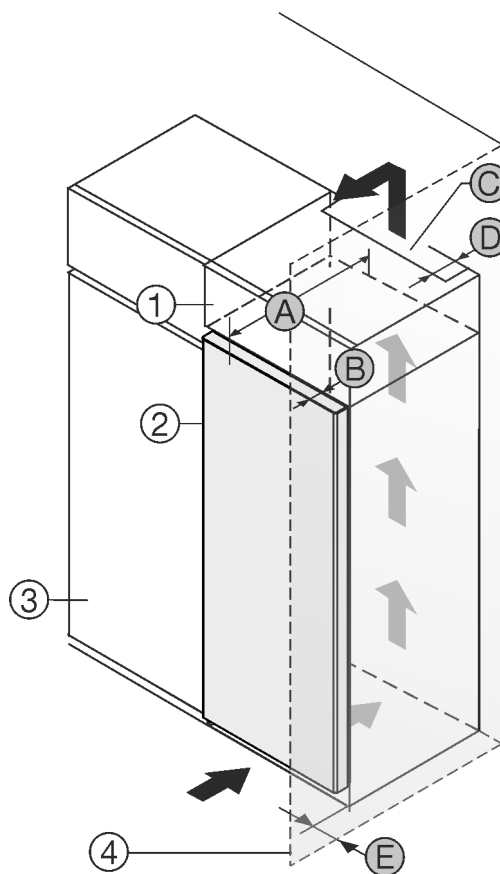

Fig. 1
- (1) Dollapi i montimit \*
- (2) Pajisja \*
- (3) Dollapi i kuzhinës \*
- (4) Muri \*
- (A) Thellësia e pajisjes \*
- (B) Thellësia e derës \*
- (C) Seksioni tërthor i ajrit \*
- (D) Distanca nga faqja e pasme e pajisjes \*
- (E) Distanca nga pjesa anësore e pajisjes \*
Ju mund ta instaloni pajisjen direkt ngjitur me dollapin e kuzhinës Fig. 1 (3).\*
Në faqen e pasme të dollapit së montimit duhet të ketë një hapësirë ajrimi me thellësi Fig. 1 (D) në të gjithë gjerësinë e dollapit të montimit.\*
Nën mbulesën e hapësirës duhet respektuar seksioni tërthor i qarkullimit të ajrit Fig. 1 (C).\*
Nëse instaloni pajisjen me mentesha pranë një muri Fig. 1 (4), atëherë duhet që distanca midis pajisjes dhe murit të jetë të paktën 13 mm.\*
Në mënyrë që dera të mund të hapet plotësisht, duhet që pajisja të dalë jashtë përpara kanatit të dollapit të kuzhinës sa thellësia e derës Fig. 1 (B). Në varësi nga thellësia e dollapëve të kuzhinës Fig. 1 (3) dhe përdorimi i ruajtësve të distancës nga muri, pajisja mund të dalë më shumë përpara dollapit.\*